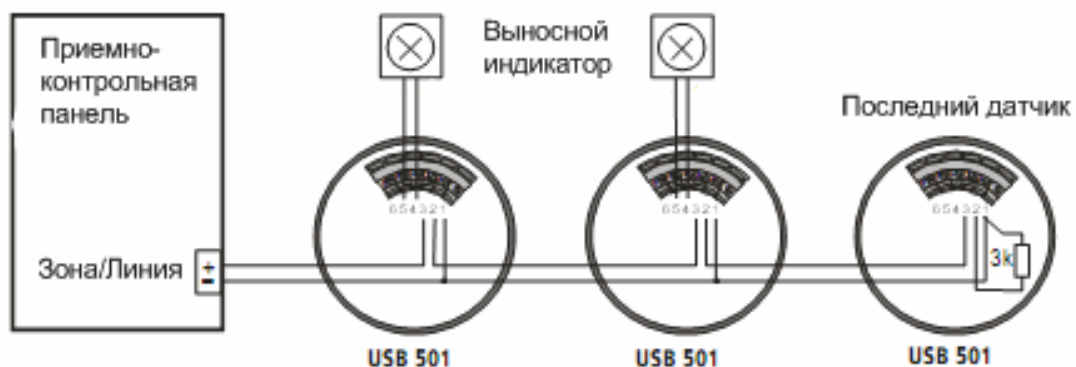

Рис. 3. Подключение датчиков серии SCD 563.
На Рис. 3 показано подключение датчиков серии SCD 563:
- Извещатели необходимо подключать таким образом, чтобы при изъятии одного из извещателей происходил разрыв шлейфа (см. Рис. 3)
- На Рис. 3 показаны возможности подключения выносных световых индикаторов (RAL)